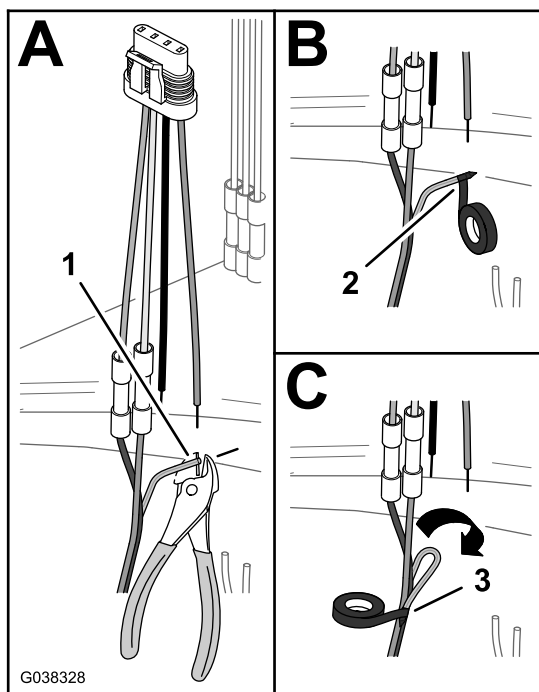

Figura 40
- A. Tagliate i conduttori del filo verde e giallo a livello con l'isolamento (Figura 40).
- B. Avvolgete l'estremità del filo verde e giallo con il nastro isolante per sigillare il filo (Figura 40).
- C. Piegate il filo verde e giallo sul filo marrone e sul filo blu e avvolgete i 3 fili tra loro con il nastro isolante (Figura 40).